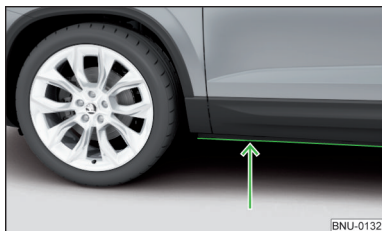

Abb. 247
- › Daher vor einer Wasserdurchfahrt die Wassertiefe feststellen. Der Wasserstand darf maximal an die Unterkante des Unterholms reichen » Abb. 247.